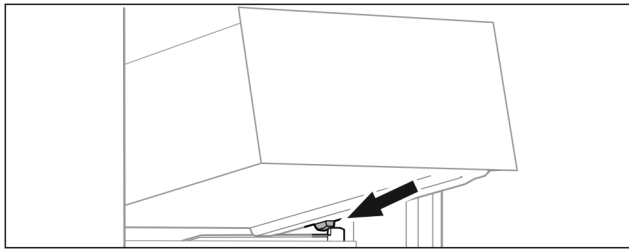

Fig. 82
- ▶ Schubfach schräg hinter den Stoppern auf Behälterrippe aufsetzen. (siehe Fig. 82)